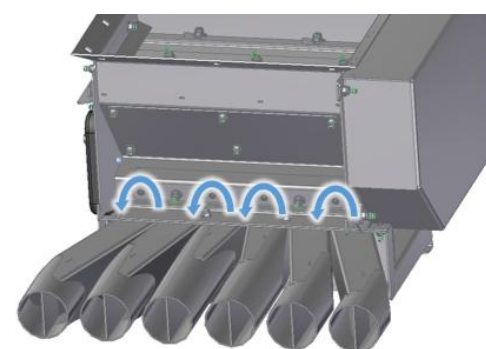

Figura 40
- Para aproximar a vassoura do eixo de semeadura, estes 4 parafusos devem ser afrouxados no sentido anti-horário. Virar para a esquerda empurra ainda mais a vassoura em direção ao eixo de semeadura e remove assim melhor as sementes mais finas (veja Figura 40).